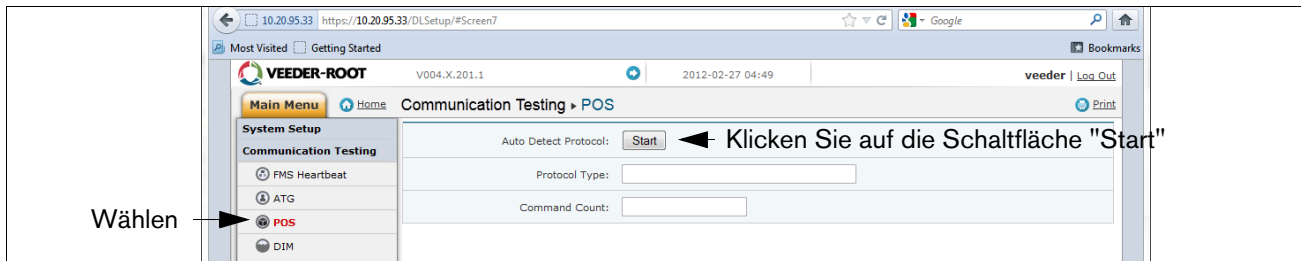

Abbildung A-16. POS-Protokolltyp-Abfrage
18. Klicken Sie auf "POS", um das POS-Protokoll zu erfassen. Klicken Sie auf die Schaltfläche "START" neben "3gfa 6VVWlf BchfaUa" und warten Sie, bis der Protokolltyp angezeigt wird (siehe Beispiel in Abbildung A-16).